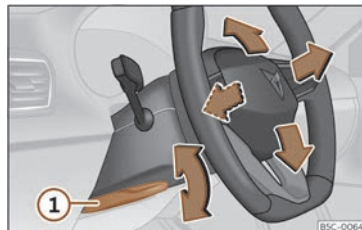

Fig. 86 Panca na parte inferior do lado esquerdo da columna de dirección.
- Tire da panca >>> **fig. 86 1** cara abaixo, mova o volante á posición desexada e suba a panca de novo ata o punto de peche.
- Tras axustar a columna da dirección, empurre firmemente a panca >>> **fig. 86 1** cara arriba para que o volante non cambie de posición accidentalmente durante a marcha.